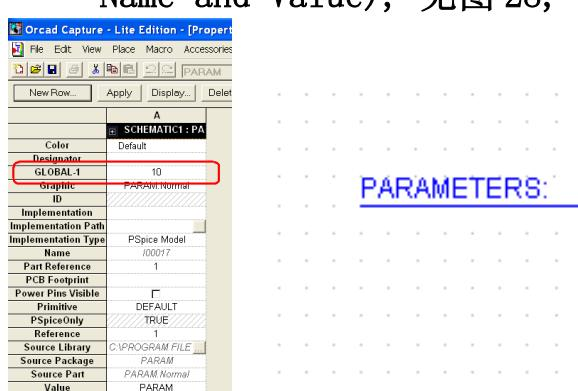
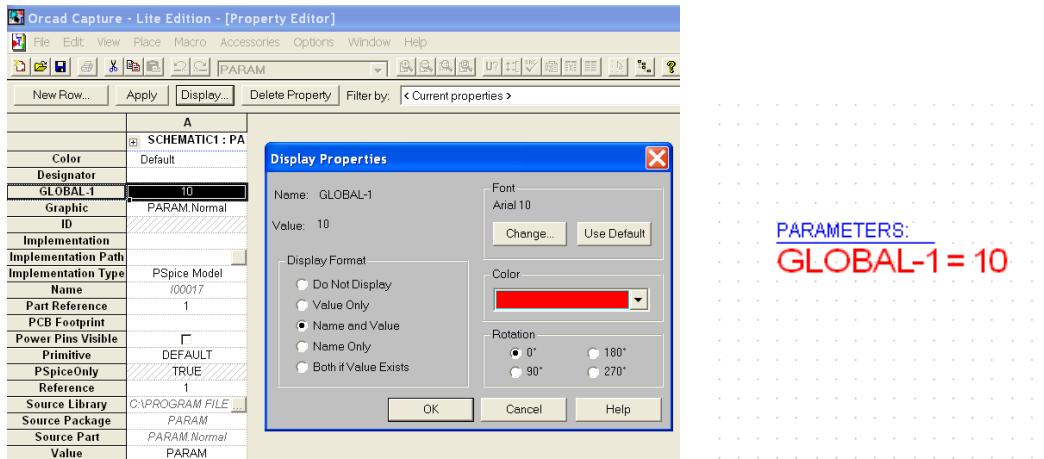

图 28. 新的全局变量(GLOBAL-1)刚加上时并不显示
图 29. 点击 (GLOBAL-1), 用”Display...”让它显示
- b) 用” Display...”来选择显示什么 (Name Only or Name and Value), 见图 28, 图 29.